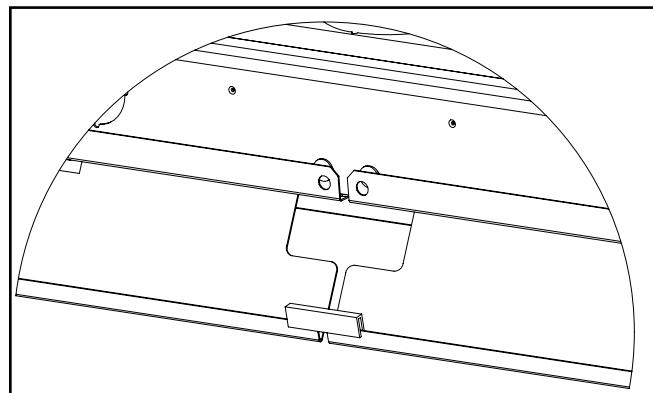

Figure 6.
5. Si nécessaire, alignez les réflecteurs des luminaires contigus en utilisant des aligneurs de rangée comme indiqué (Figure 6).